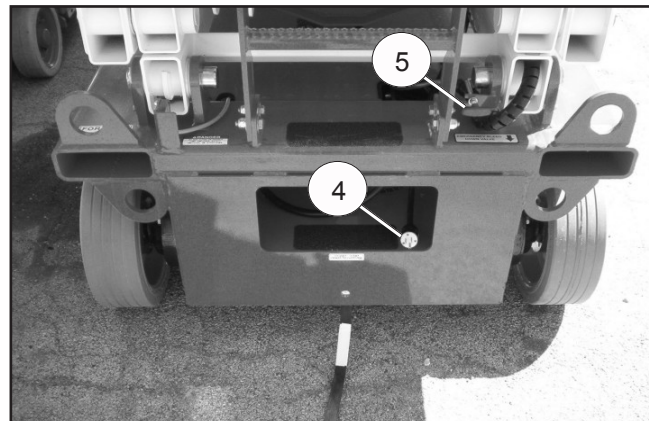

Figura 10 - Parte trasera del chasis
La alimentación eléctrica se suministra conectando una fuente de alimentación eléctrica externa al conector de entrada de alimentación (4) en la parte trasera del chasis (vea la Figura 10).